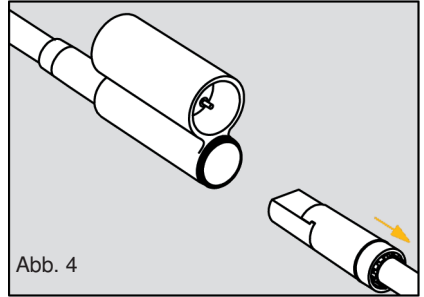

Abb. 4
- Ziehen Sie die Isolierstange vorsichtig aus dem Kopfteil, um nicht den O-Ring zu beschädigen (siehe Abb.4 / Seite 19).
- Ziehen Sie die Isolierstange vorsichtig aus dem Kopfteil (siehe Abb.4 / Seite 20).